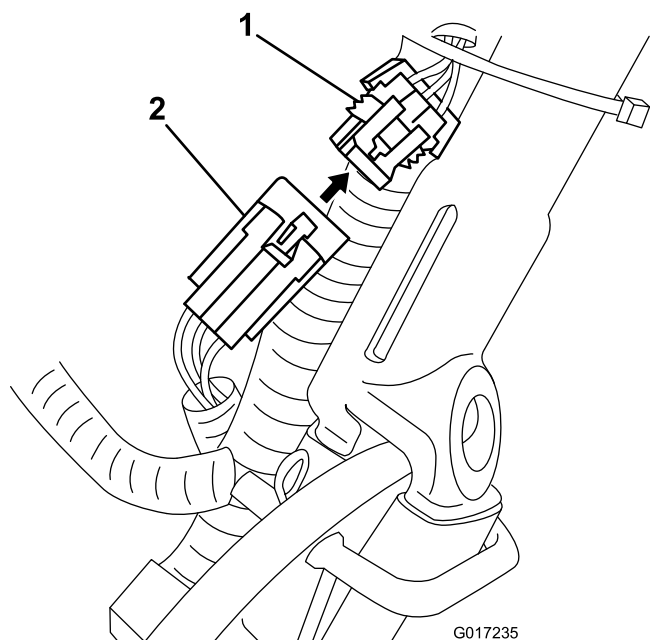

図 16
- パックについている小さいコネクタがマシンのワイヤハーネスに接続されているので、これをハーネスから外し、メインのワイヤハーネスに接続する【図 16】。
14. バッテリーパックのワイヤハーネスを、メインのワイヤハーネスの下と後ろを通してマシン左側に通し、ハーネスについている小さい6ピンコネクタをメインのワイヤハーネスにある対応コネクタに【図 16】のように接続する。